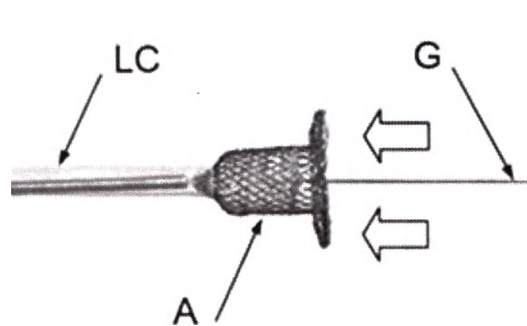

Рисунок 5.2.1
Загрузите изделие (A) в загрузочный катетер (LC), проталкивая толкатель (P), до тех пор, пока изделие (A) не окажется полностью внутри загрузочного катетера. Рис. 5.2.1 – 5.2.4.